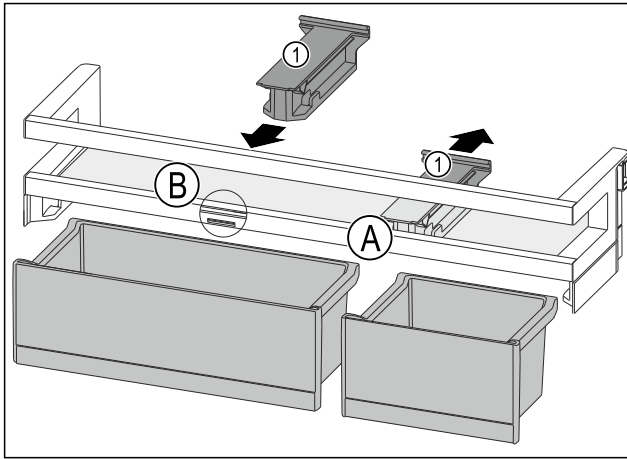

Fig. 158
- Retirer la pièce de retenue Fig. 158 (1) en position Fig. 158 (A) vers l'arrière.
- Mettre la pièce de retenue Fig. 158 (1) en position Fig. 158 (B).